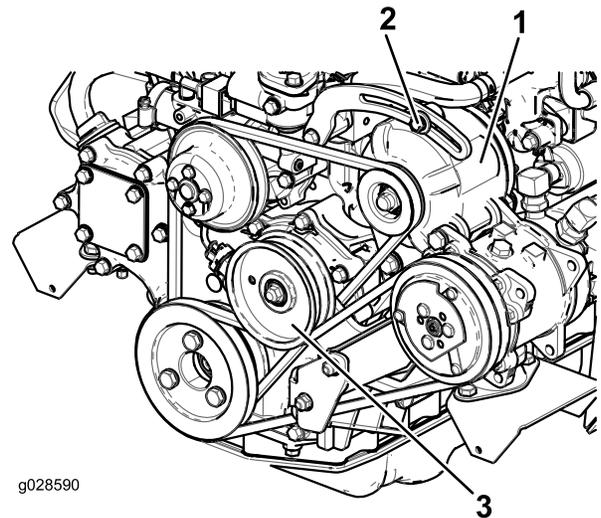

Figura 65
Controllate lo stato e la tensione della cinghia (Figura 65) ogni 100 ore di servizio.
2. Se l'inflessione non è di 10 mm, allentate i bulloni di fissaggio dell'alternatore (Figura 65). Aumentate o riducete la tensione della cinghia dell'alternatore e serrate i bulloni. Controllate di nuovo l'inflessione della cinghia per accertare che sia esatta.